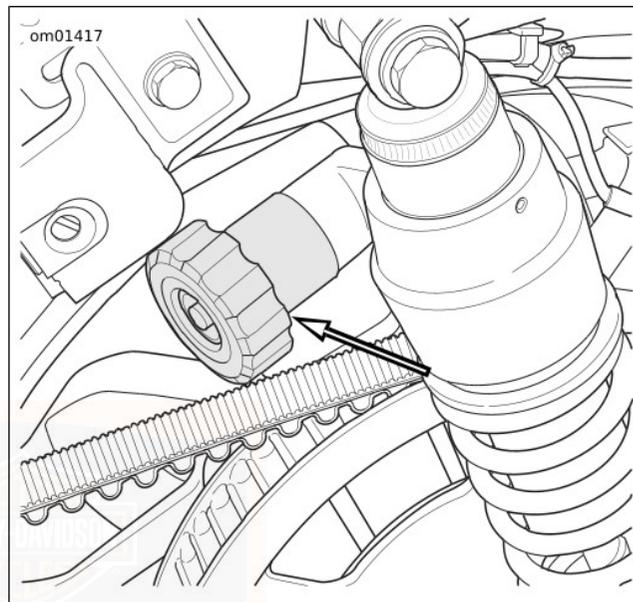

Figura 35. Pomello di registrazione della precarica
2. Vedere Figura 35. Ruotare in senso antiorario la manopola di registrazione della precarica finché non si fermi. La posizione di arresto è quella della precarica minima.